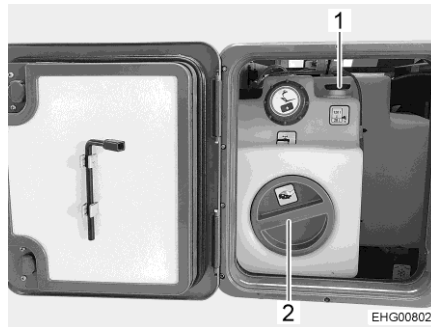

Bild 186 Vattentank med ratt
- Vrid ratten (Bild 186,1) på vattentanken moturs mot motståndet till stoppläget för att öppna utloppsöppningen helt.